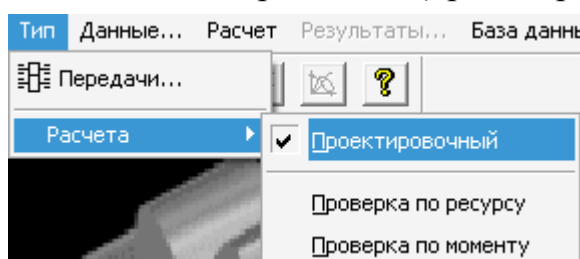

Рисунок 2 – Вкладка для выбора вида расчета
2. Указать тип расчета – (проектировочный) рисунок 2.